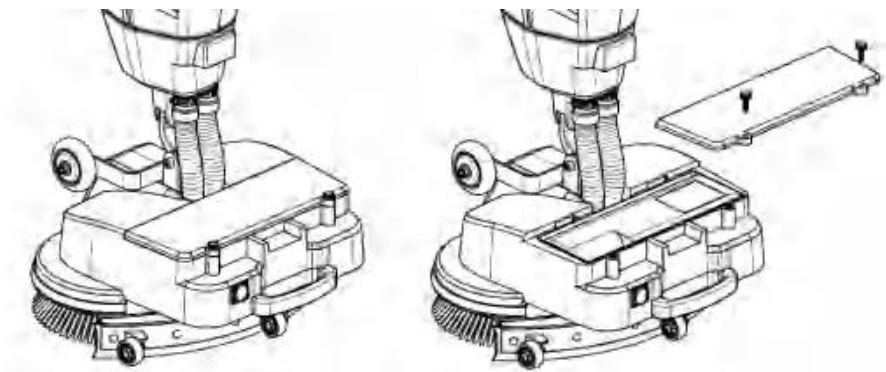

Рисунок 1
4. Отвинтите два винта крышки аккумуляторного отсека и откройте крышку аккумулятора. (см. Рисунок 1).